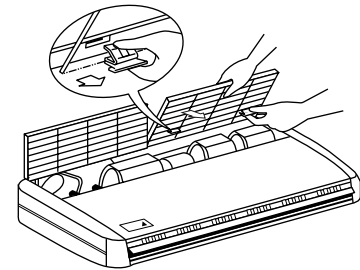

Рис. 4
- Оставьте всасывающую решетку в открытом состоянии. Придерживая всасывающую решетку за ручку сзади, потяните ее вперед, чтобы снять. (См. рис. 4)